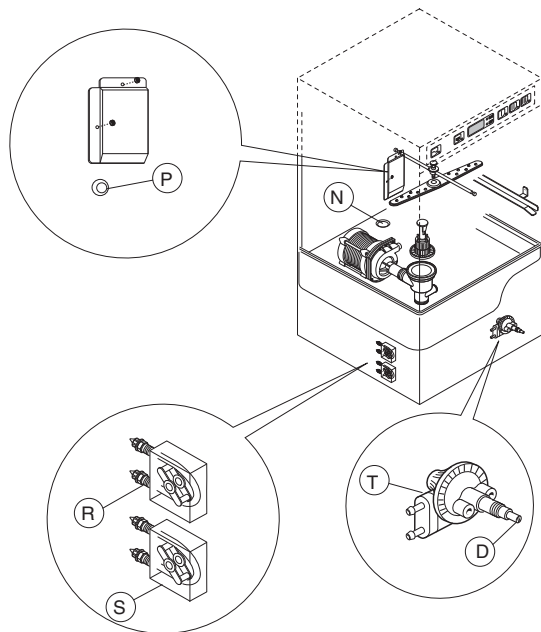

Fig. 16
1. Opvaskemaskine med indbygget doseringspumpe til opvaskemiddel (Fig. 16)
2. Opvaskemaskine med indbygget doseringspumpe til afspændingsmiddel (peristaltikpumpe) (Fig. 16)
pumpe) (Fig. 16)
Forberedelse af automatisk doseringspumpe til opvaskemiddel (Fig. 16)
På maskiner med trykboiler er det muligt at aktivere membrandoseringsbeholderen manuelt ved at trykke på skruen "D" (Fig. 16).
Drej  på skruen "D" for at ændre doseringen (Fig. 16).